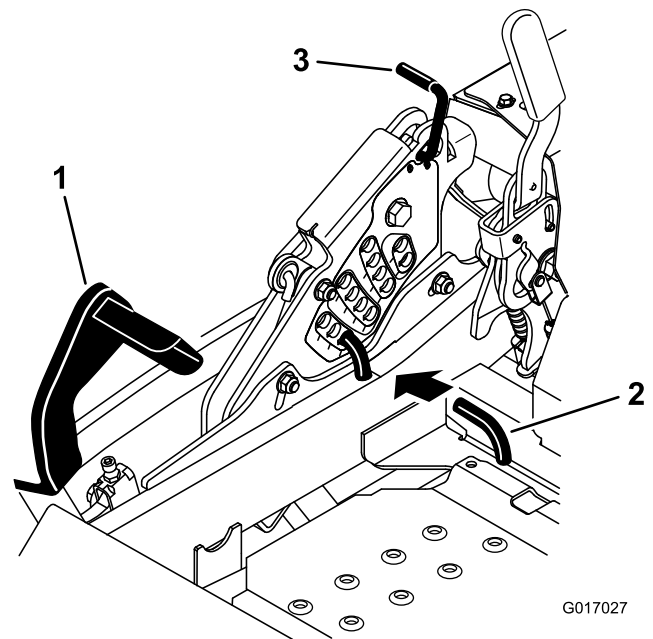

Figura 87
5. Empuje el pedal de elevación de la carcasa hacia delante del todo; la carcasa se enganchará en la posición de transporte de 14 cm (5 1/2 pulgadas) (Figura 87).